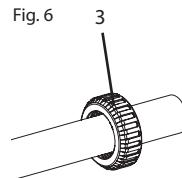

Fig. 7
2. Passen Sie das Ventil an die Installation an und schieben Sie die Überwurfmutter (3) (Abbildung 6) über das Rohr, bevor Sie die Muffe (5) verkleben (Abbildung 7).